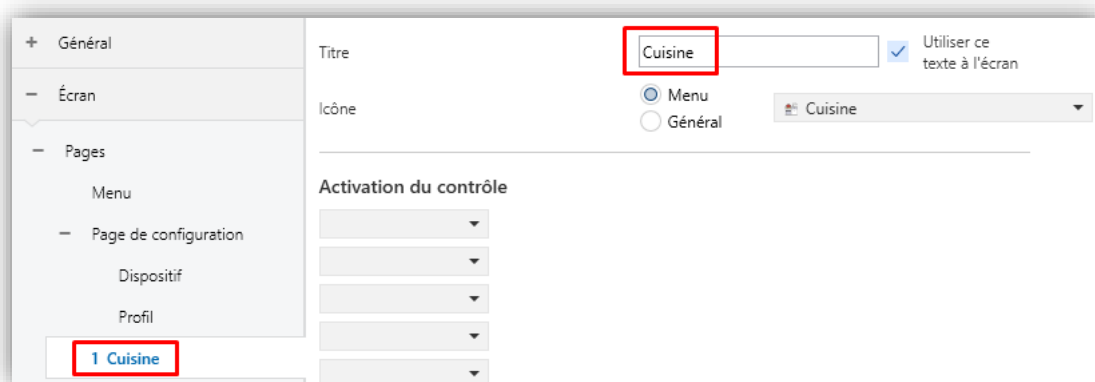

Figure 37. Configuration de Page n
- **Titre** : champ de texte qui identifie chaque page activée. De plus, ce champ permettra de changer le nom de l'onglet dans l'arborescence de gauche d'ETS, comme dans l'exemple de la Figure 37.